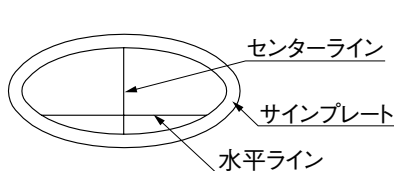

図8-1
- ① サインプレートにあとから消せる物で、センターラインと水平ラインを引いてください。(図8-1参照)